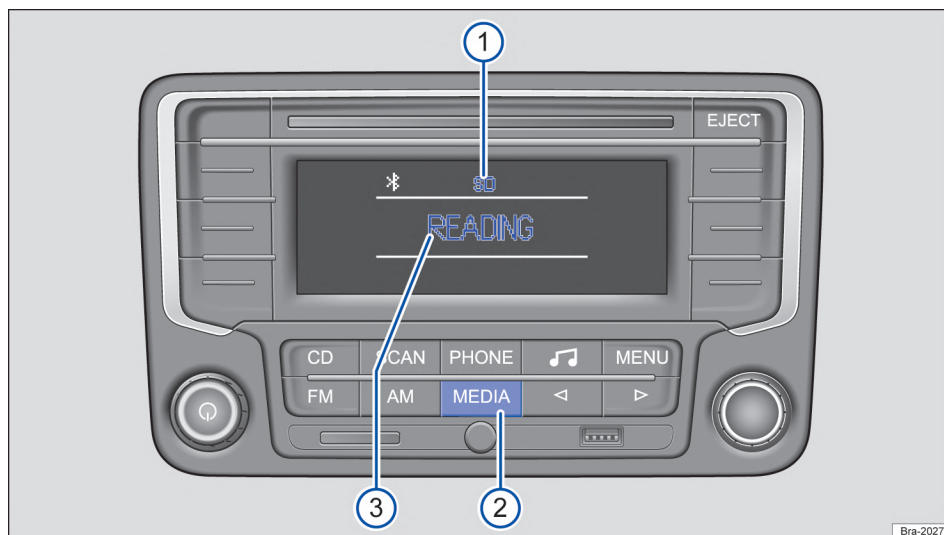
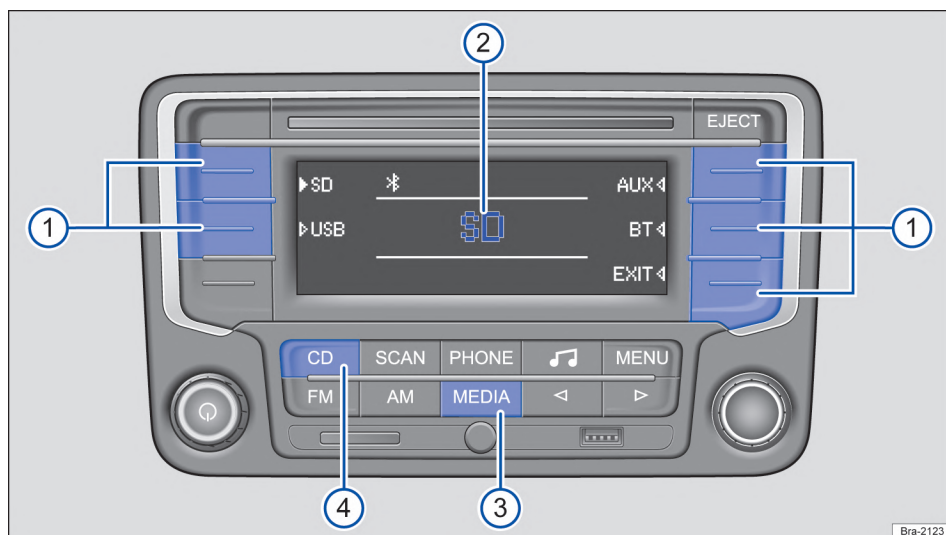

Fig. 143 Ejemplo de visualización en el modo Media: la radio lee archivos desde una tarjeta SD.
Fig. 144 Ejemplo de visualización en el modo Media: continua la reproducción de la última fuente de medios, están disponibles otras fuentes de medios. ▶
En el modo Media se pueden seleccionar y controlar diferentes fuentes de medios. Para cambiar al modo de medios, pulse brevemente la tecla del equipo **MEDIA** → fig. 143 ②.
Si la última fuente de medios sintonizada todavía está conectada, la reproducción de esa fuente continuará automáticamente y, al cambiar al modo de medios, aparecerá brevemente en el centro del display → fig. 144 ②. ▶
En el modo de medios de reproducción, la fuente de medios seleccionada siempre aparecerá en la parte superior central del display → fig. 143 ①.
Todas las fuentes de medios disponibles → pág. 168, *Seleccionar las fuentes de medios* se muestran en el lateral del display → fig. 144. En algunas situaciones de reproducción, por ejemplo, mientras la radio lee una fuente de medios, no están disponibles otras fuentes de medios → fig. 143.
En el centro del display se muestra el estado actual de la fuente de medios, por ejemplo, **READING**, cuando la radio lee una fuente de medios → fig. 143 ③, información sobre la pista → pág. 171 o mensajes de error:
Inicie el modo Media → pág. 167, *Menú principal MEDIA*. Si la última fuente de medios sintonizada todavía está conectada, la reproducción de esa fuente continuará automáticamente y, al cambiar al modo de medios, aparecerá brevemente en el centro del display → fig. 144 ②.
En los laterales del display se muestran todas las fuentes de medios disponibles → fig. 144. Seleccione la fuente de medios deseada de la siguiente manera:
- Pulse brevemente la tecla de función programada con la fuente de medios deseada → fig. 144 ①.
- **O**: presionar la tecla del equipo **MEDIA** tantas veces como sea necesario hasta que aparezca la fuente de medios (excepto CD) → fig. 144 ③.
- **O**: presionar la tecla del equipo **CD** para reproducir un CD del lector interno de CD → fig. 144 ④.